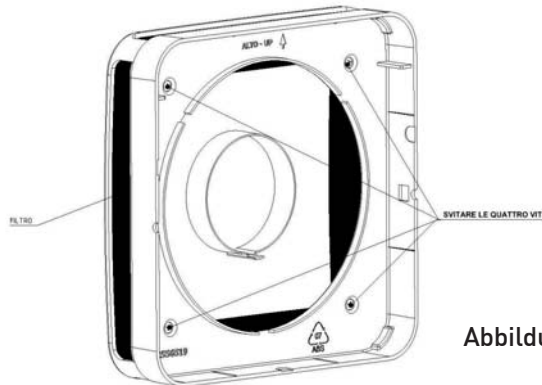

Abbildung 15
1. Austausch des Filters: Nachdem Sie den Versorgungsstromkreis unterbrochen haben, entfernen Sie den Deckel und entfernen Sie die vier Schrauben, wie in Abbildung 15 gezeigt. Reinigen Sie den Filter regelmäßig, indem Sie ihn in kaltes Wasser tauchen.